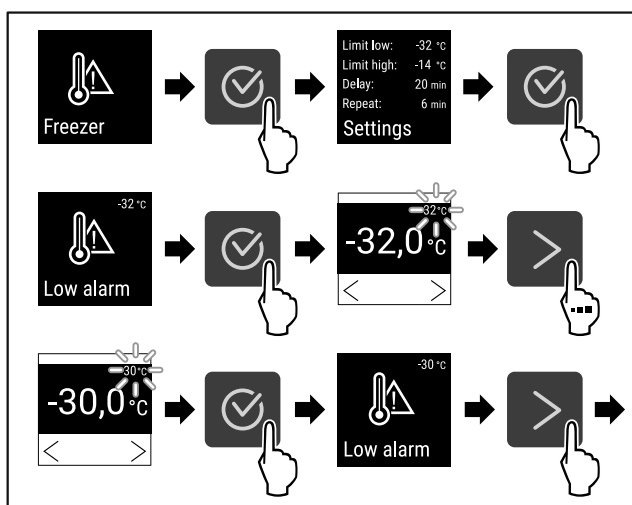

Fig. 131
- ▶ Eseguire i passi (vedere Fig. 131).